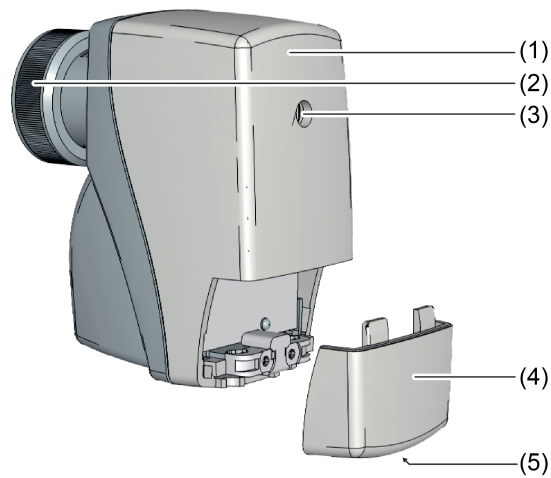

Figure 1: Conception de l'appareillage, vue de face
- Écrou moleté (figure 1) visser à la main et serrer à la main (b).
- Écrou moleté (figure 1) desserrer (a).